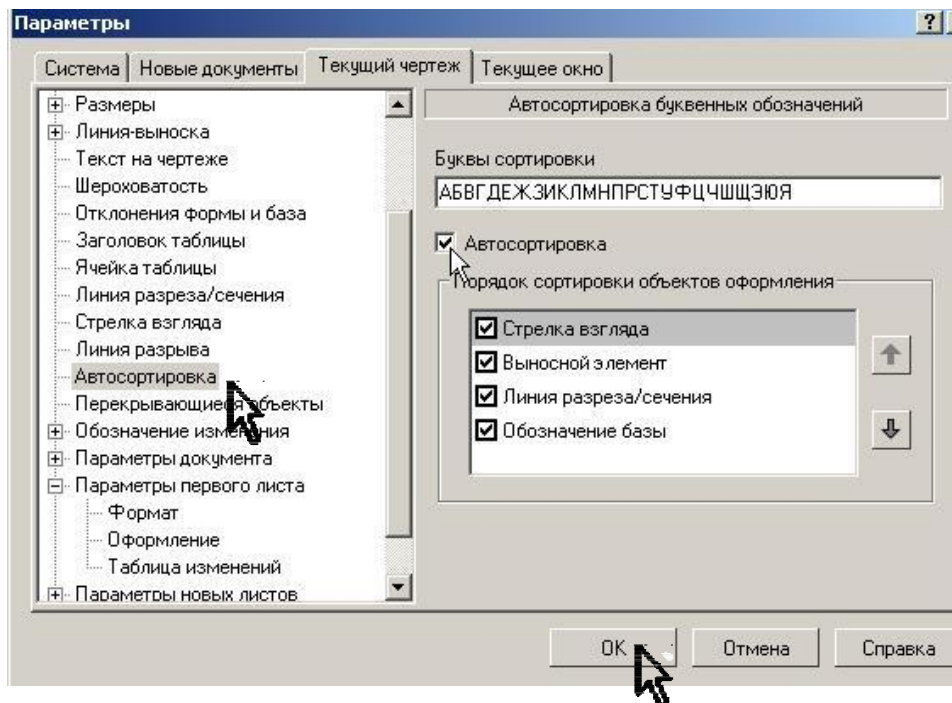

Рис. 16
9. Проставьте размеры. Включите *Автосортировку*, рис. 16, выполнив команду из меню *Сервис – Параметры*. Для обозначения выносного элемента воспользуйтесь кнопкой *Выносной элемент*  на панели *Обозначения* .